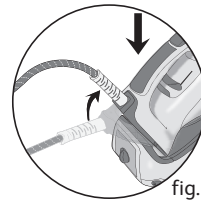

fig. 8
- Un aimant permet de tenir l'arceau sur le talon et ainsi faciliter le rangement de votre générateur. - fig.8.